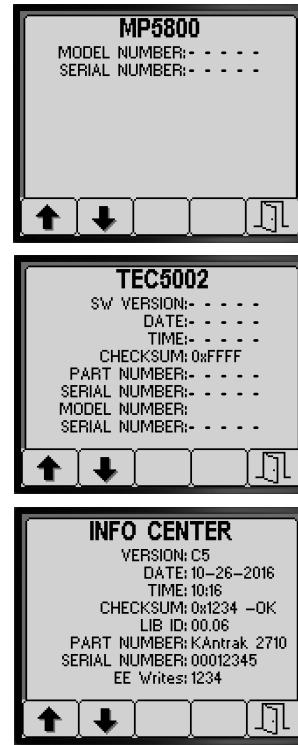

Bild 89
3. Drücken Sie Taste 1 oder Taste 2, um den Bildschirm mit den Maschineninformationen, den Bildschirm mit den TEC-Steuergerät-informationen oder den Bildschirm mit den InfoCenter-Informationen zu durchlaufen (Bild 89).